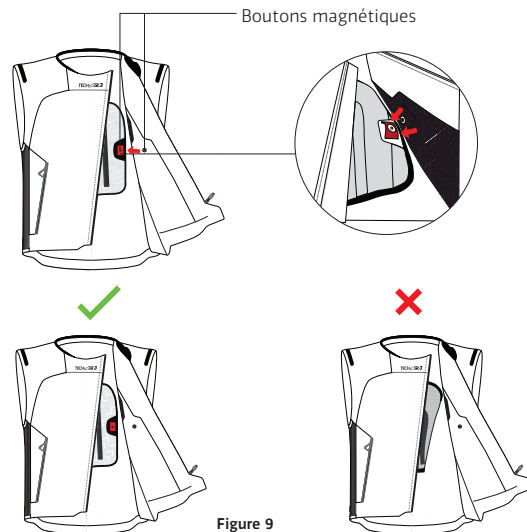

Figure 9
1. Mettez le système et fixez l'airbag présent dans la zone de la poitrine à l'aide des boutons magnétiques présents sur le gilet (Figure 9).
2. Fermez la glissière d'activation (1) du bas vers le haut et attendez que le système s'allume.
3. La fermeture correcte de la glissière d'activation (1) et la mise sous tension du système sont signalées par la mise sous tension de l'écran LED (2) et par la présence d'une vibration dans la même zone.
4. Une fois le système allumé, vérifiez l'affichage LED (2) pour vérifier que le système a démarré correctement (voir Section 13 « Indications d'affichage LED »). En particulier, l'utilisateur doit vérifier qu'après le démarrage du système, aucun défaut système n'est présent.